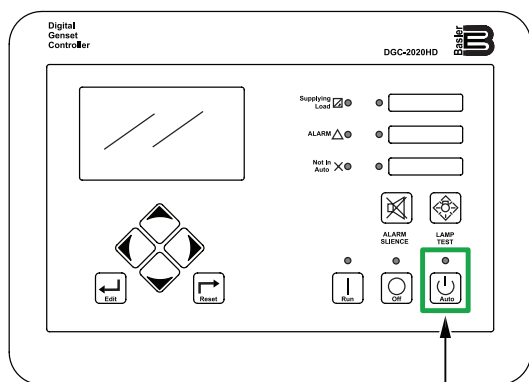

Figure 55. Contrôleur numérique (bouton automatique)
1. Sur le premier générateur, appuyez sur le bouton **Auto** (Figure 55) sur le contrôleur numérique. Une fois le processus de préchauffage terminé, le moteur démarre automatiquement et le disjoncteur **S'ALLUME**.